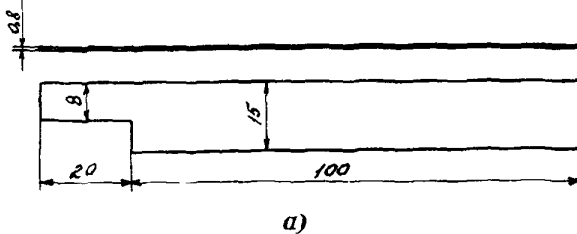

Рис.19. Приспособление П-8 для установки толкателя:
13.8. Установить в нижние отверстия внутренней обоймы пружины 28 и толкатели 27 с помощью приспособления П-8 (рис.19,а), предварительно смазав их смазкой ЦИАТИМ-203 (ЦИАТИМ-221).
Примечание. При установке толкателей первый виток пружин, опирающийся на плоскость диаметром 6 С_4 , обкатать до диаметра 3 С_4 (рис.19,б).